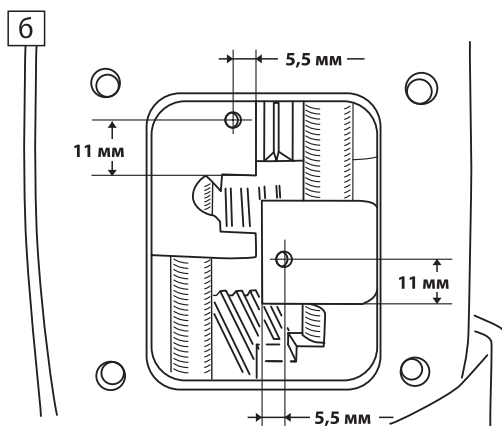

Рис. 19
- В вилках переключения просверлите отверстия согласно **Рис. 19**.